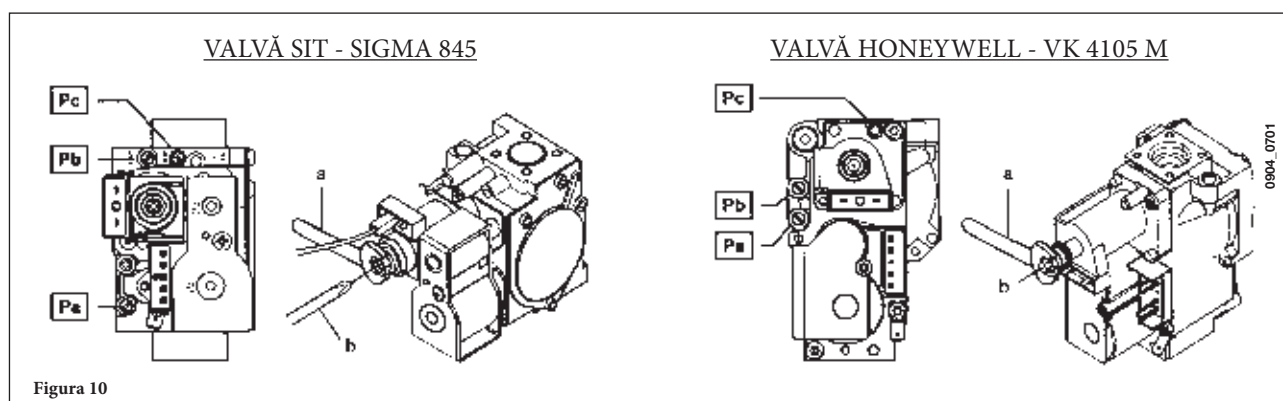

Figura 10
Modalitățile de calibrare a regulatorului de presiune sunt ușor diferite, în funcție de tipul de valvă de gaz utilizat (HONEYWELL sau SIT, vezi figura 10).
- Conectați priza de presiune pozitivă a unui manometru diferențial (dacă e posibil, pe bază de apă) la priza de presiune (**Pb**) a valvei de gaz (Figura 10). Numai pentru modelele cu cameră etanșă: conectați priza negativă a manometrului la un racord în "T" care să permită conectarea împreună a prizei de compensare a centralei, a prizei de compensare a valvei de gaz (**Pc**) și a manometrului. (Aceași măsurătoare poate fi efectuată prin conectarea manometrului la priza de presiune (**Pb**) după ce a fost scos panoul frontal al camerei etanșe.) O măsurare a presiunii la arzătoare efectuată prin metode diferite de cele descrise s-ar putea dovedi eronată, întrucât nu ar ține cont de presiunea joasă creată de ventilator în camera etanșă.
- verificați ca presiunea dinamică de alimentare a centralei, măsurată la priza de presiune (**Pa**) a valvei de gaz (Figura 10) să fie cea corectă (30 mbar pentru propan sau 20 mbar pentru gaz natural).